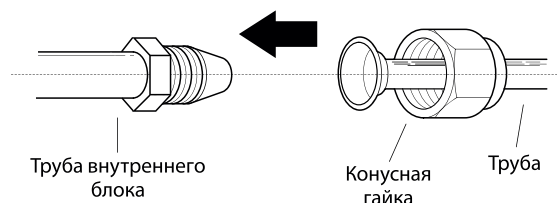

Рис. 5.7
1. Совместите центры двух соединяемых труб. См. рис. 5.7.